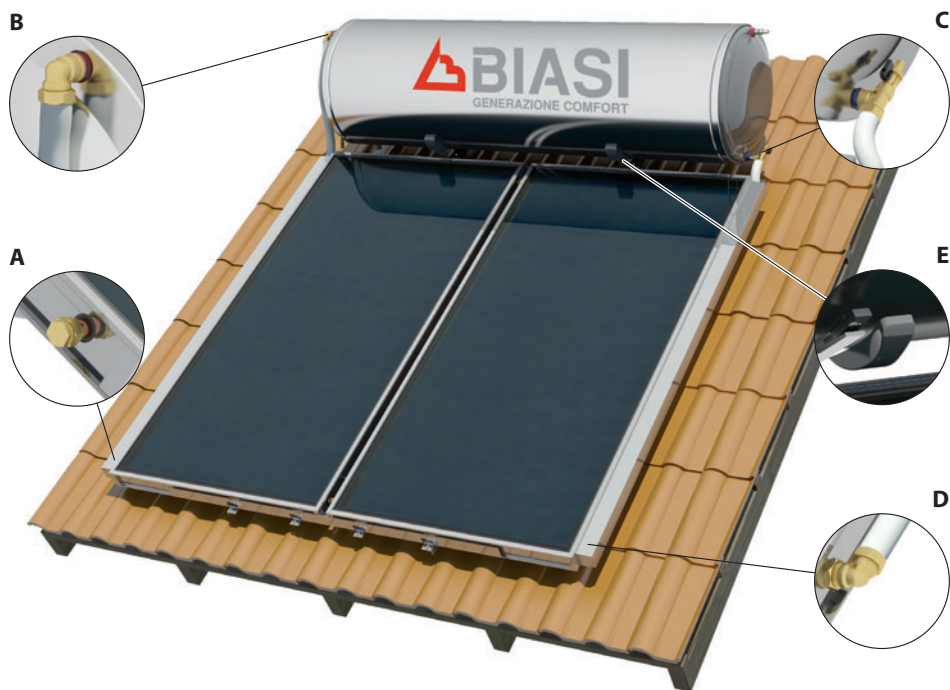

Figura 2.19
- 9 Posizionare e avvitare i tappi sulla parte in alto a destra e in basso a sinistra del collettore/i* (Figura 2.19 A). Posizionare il serbatoio sulla base con la flangia rivolta a sinistra (guardando il o i collettori frontalmente).
- 11 Avvitare il raccordo a gomito sull'ingresso mantello del serbatoio e sul tubo in alto a sinistra del collettore solare (parte sinistra del sistema). Inserire il tubo corto con la coibentazione tra il raccordo a gomito del collettore e il raccordo a gomito avvitato sull'ingresso mantello del serbatoio (Figura 2.19 B).
- 12 Avvitare il raccordo a T con la valvola di riempimento sul tubo ingresso mantello sul lato destro del serbatoio (Figura 2.19 C).
- 13 Fissare il tubo lungo al raccordo a T sul lato destro del serbatoio (Figura 2.19 C).
- 14 Fissare il raccordo a gomito sul tubo in basso a destra del collettore solare. Inserire l'altra estremità del tubo nel raccordo a gomito fissato sul collettore (Figura 2.19 D), dopo aver inserito sul tubo la coibentazione. Stringere tutti i raccordi del sistema (collettore/serbatoio).
- 16 Incastrare i coperchi della base di supporto del serbatoio (Figura 2.19 E).